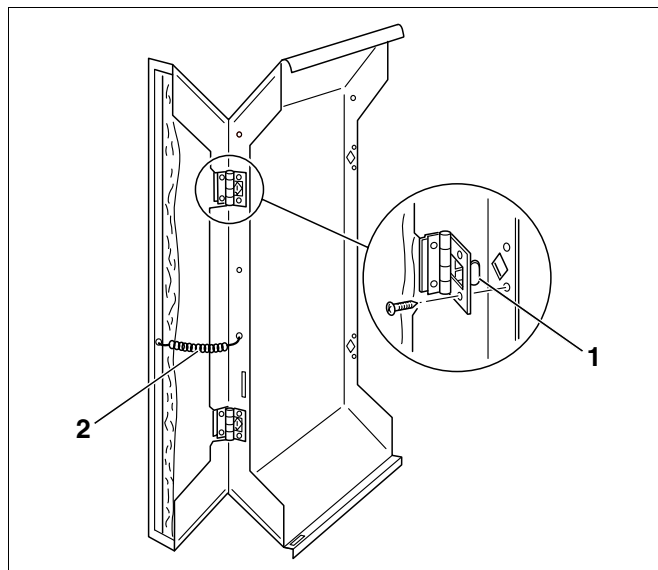

Fig. 49 Montering af sidelåger
- Hægt hængslernes kroge (fig. 49, **pos. 1**) på sidelågen fast i udstansningen på den forreste sidekappe, og skru dem fast med pladeskruer.
- Hægt trækfjederen (fig. 49, **pos. 2**) fast i sidekappen og i sidelågen.